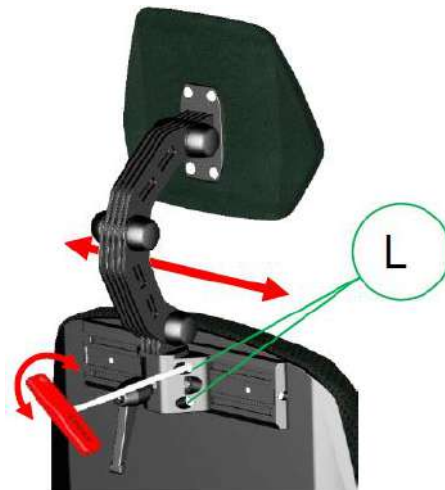

Figura 11-34
- Paso 1: Afloje los cuatro tornillos (L) usando una llave Allen de 5 mm. (Figura 11-34)